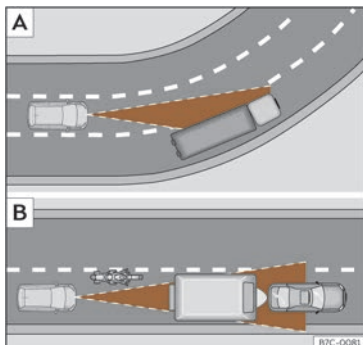

Fig. 128 [A] Vehículo nunha curva. [B] Motociclista circulando por diante fóra do radio de acción do sensor de radar.
O ACC podería non detectar en curva o vehículo precedente ou podería regular a distancia con vehículos que se atopan noutros carrís >>> **fig. 128 [A]**.
- Vehículos que circulen sen aliñación ou fóra da zona de detección do sensor, por exemplo, motocicletas >>> **fig. 128 [B]**.